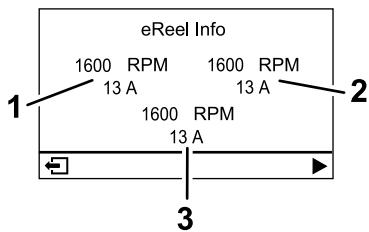

Figura 19
- **Ecrã de informações do motor eReel** (Figura 19): mostra a velocidade e tensão de cada motor da unidade de corte.